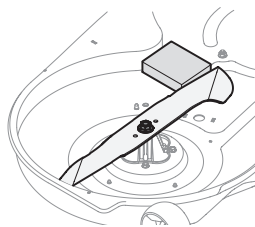

Figura 30
2. Coloque un bloque de madera entre el deflector del alojamiento central de la plataforma y la cuchilla de corte, para que actúe como estabilizador (Figura 30).
3. Extraiga la tuerca de brida hexagonal que asegura la cuchilla al montaje de husillo (Figura 30).
3. Coloque un bloque de madera entre el deflector del alojamiento de la plataforma y la cuchilla de corte para que actúe como estabilizador (Figura 30 en la página 58).